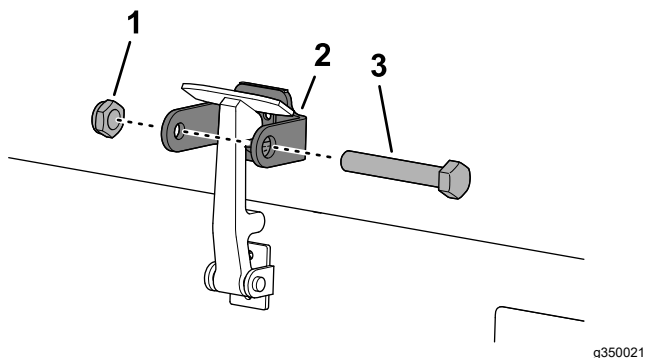

Bild 33
7. Schrauben Sie die Schraube in den anderen Arm der Motorhaubenhalterung, um den Riegel zu arretieren (Bild 33).